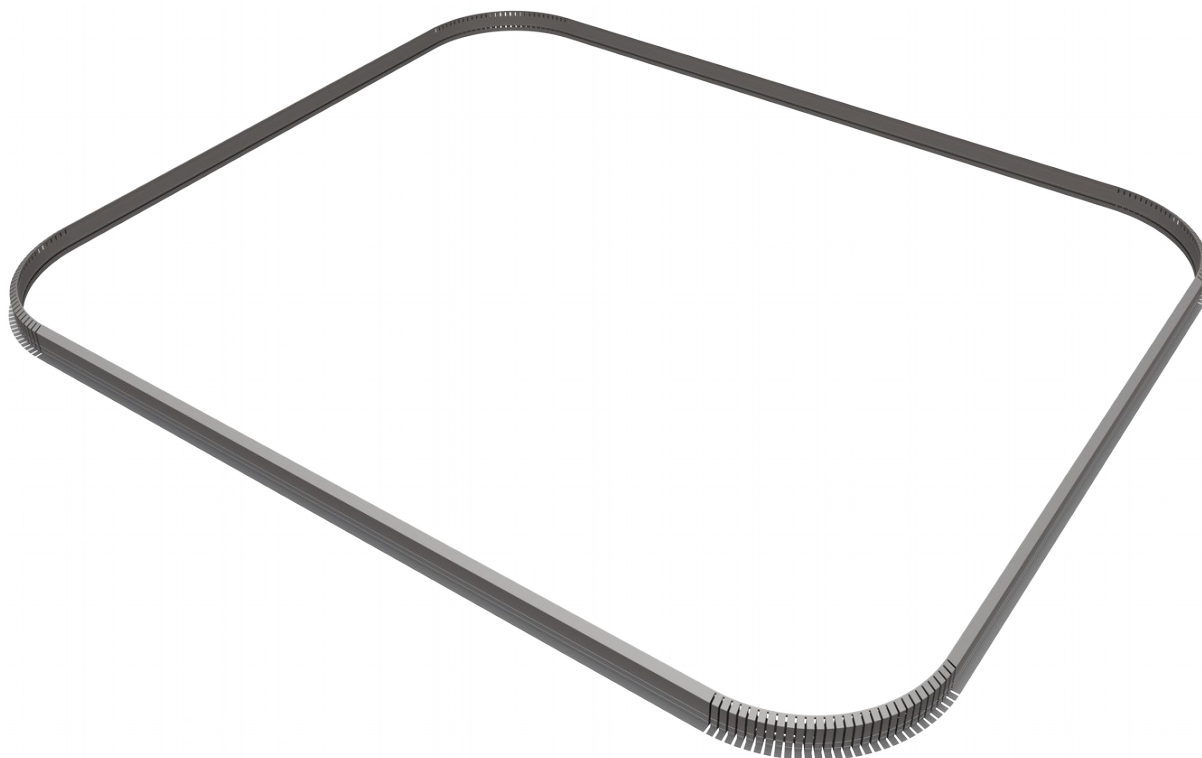

Рис. 6.1. Прямоугольник со скругленными углами. Показанный образец собран из профиля ПП.
- Прямоугольник со скругленными углами (рис. 6.1)